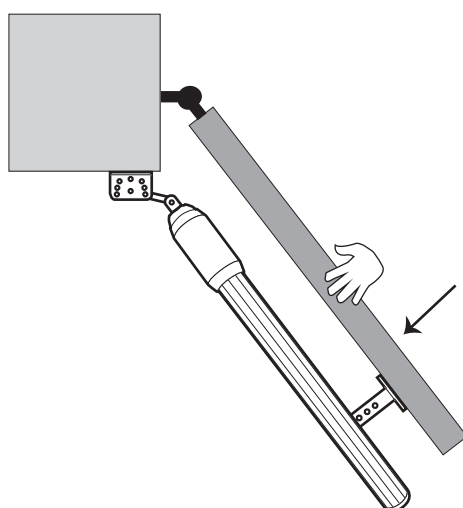

Figure 7
- 4- Manœuvrer chaque battant jusqu'à ce qu'il se bloque afin d'enclencher le système d'embrayage, comme indiqué dans la **Figure 7**.